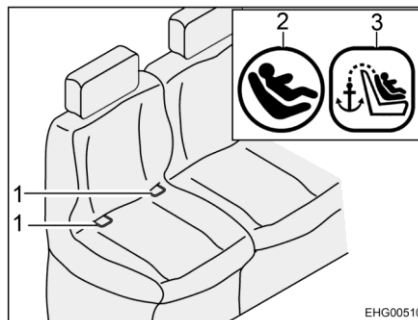
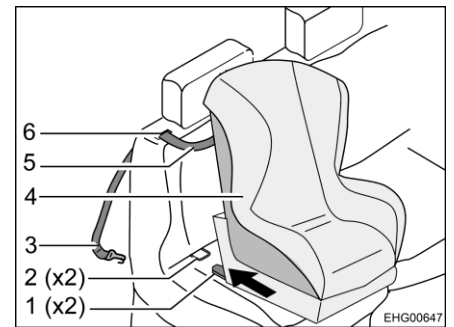

Bild 6 Sitz mit Isofix
Bild 7 Befestigung mit Top-Tether
- Top-Tether-Gurt (Bild 7,5) durch Schlitz (Bild 7,6) im Polster der Rückenlehne führen (neben der Kopfstütze).
- Befestigungshaken (Bild 7,3) am Ankerpunkt auf der Rückseite des Fahrzeugsitzes einhaken.
- Rastarme (Bild 7,1) in Haltebügel (Bild 6,1 und Bild 7,2) einrasten lassen. Dabei muss ein deutliches Klickgeräusch zu hören sein.
- Mit einem kräftigen Ruck kontrollieren, ob der Kindersitz (Bild 7,4) fest sitzt.